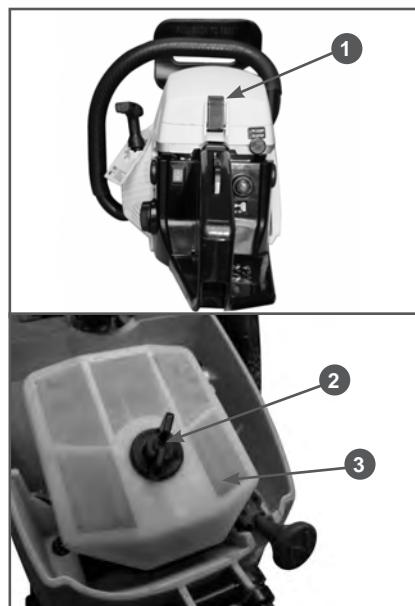

Рис. 18 Обслуживание воздушного фильтра
1. Отстегните защелку 1 (Рис. 18) и снимите крышку воздушного фильтра.
2. Открутите баращковую гайку 2 и снимите воздушный фильтр 3 с корпуса (Рис. 18). Проверьте его на наличие повреждений.